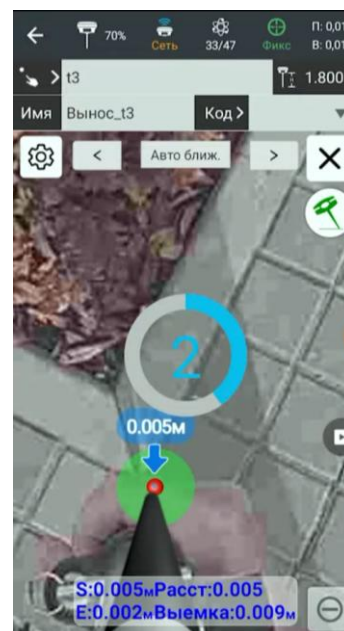

Рисунок 4.9.31
- Для более точного выноса будет выполняться оповещение звуковым сигналом и отображение точности в поле на экране (Рисунок 4.9.31).
- При достижении необходимой точности выполните измерение (Рисунок 4.9.31).